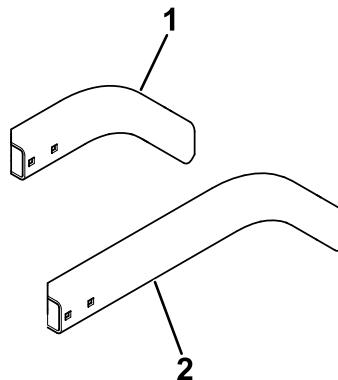

Bild 19
- **Modell 31980 ausgestattet:** Befestigen Sie die rechte lange Halterung (Bild 19) an der rechten Halterung mit zwei Schlossschrauben (5/16" x 3/4") und zwei Bundmuttern (5/16").
- **Modell 31981 ausgestattet:** Befestigen Sie die rechte kurze Halterung (Bild 19) an der rechten Halterung mit zwei Schlossschrauben (5/16" x 3/4") und zwei Bundmuttern (5/16").